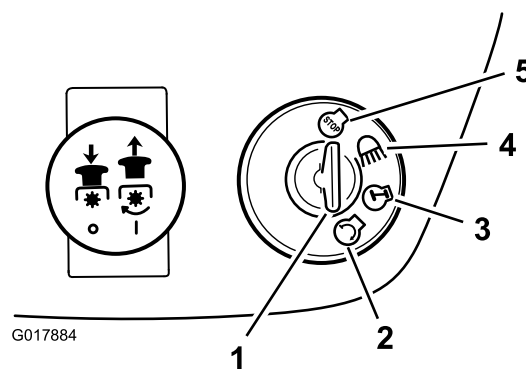

Figure 10
6. Tournez la clé de contact dans le sens des aiguilles d'une montre et maintenez-la en position de Démarrage (Figure 10).
2. Tournez la clé de contact à la position arrêt (Figure 10).